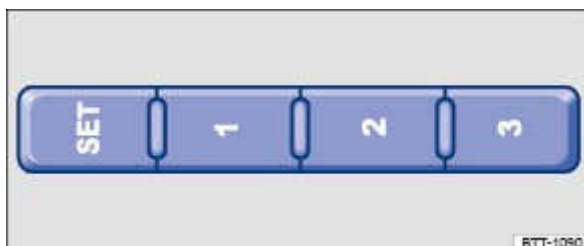

Fig. 60 Touches de présélection à l'extérieur du siège du conducteur
- Appuyez sur la touche **SET** pendant plus d'une seconde → Fig. 60.